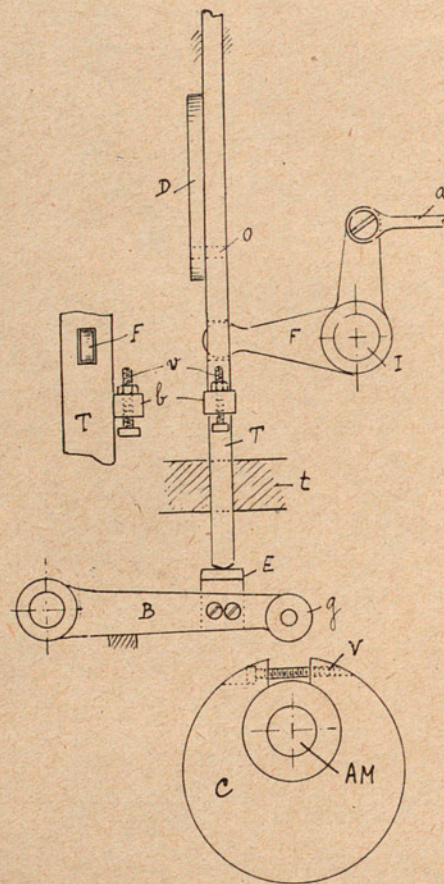
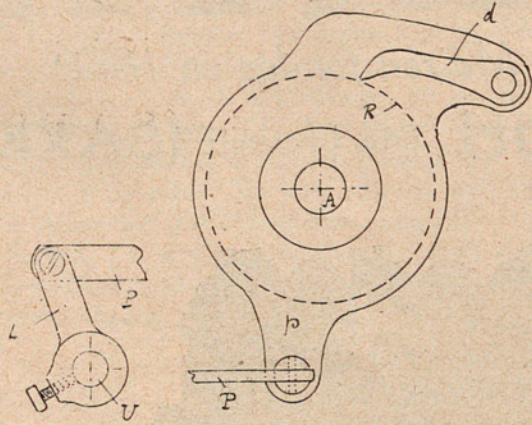
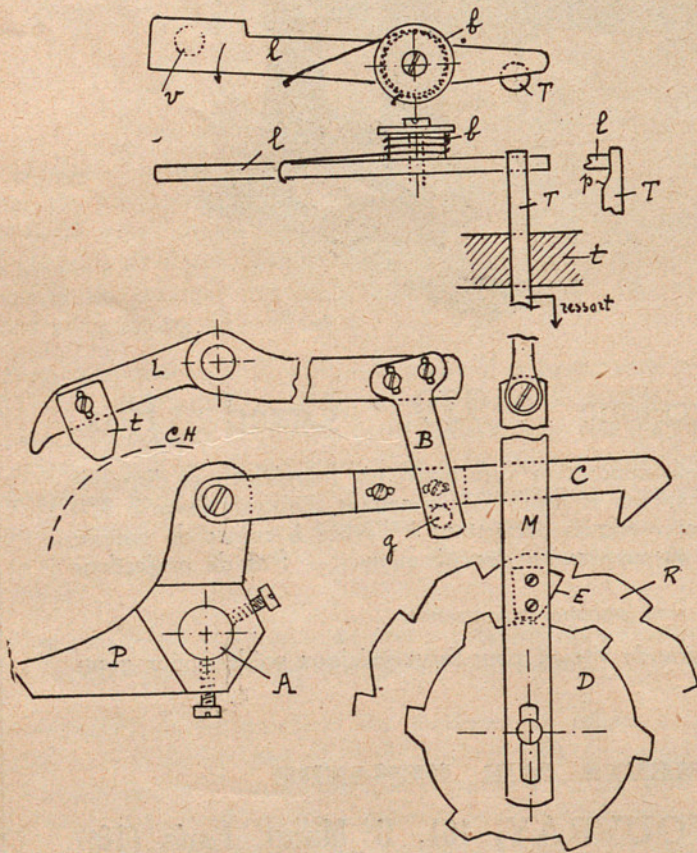

Fig. 450
Fig. 452
Fig. 453
*Commande de l'avancement des tambours du rayeur et de dessin.* — Sur l'arbre moteur A M (figure 450) est monté à serrage par la vis V un excentrique C agissant sur un galet g porté par le bras B; E est une équerre fixée dans B et soulevant une tige T traversant la table fixe  $t$  et portant l'axe O du cliquet D du tambour du rayeur. Ce cliquet monterait donc, par ce mé-
D'autre part, l'axe V porte une seconde manivelle L (figure 452) qui par la tringle P commande un plateau p portant le cliquet d actionnant le rochet R du tambour de dessin (voir aussi figure 453). Chaque fois que le piston K passe du creux S à
Les tambours de rayeur et de dessin peuvent être arrêtés et remis en marche par le mécanisme représenté figure 453. La pièce P fixée en bout de l'arbre oscillant A du secteur denté (pièce déterminant les avancements automatiques du tambour de contrôle) porte un crochet C maintenu soulevé, dans le cas de la figure par le galet g d'un bras B fixé sur un levier L. Lorsque le tâteur t fixé en bout de ce levier est soulevé par un grain se trouvant à droite de certains maillons de la chaîne compteur CH, le crochet C s'abaisse et à son recul fait avancer d'une dent le rochet R. Dès lors le plateau D, solidaire de R, soulève par une de ses bosses un coin E fixe sur une tige M qui se soulève; M est reliée à T guidée dans la table t qui agit alors par son plan incliné p (voir vue partielle à droite), sur un levier horizontal l qui oscille dans le sens de la flèche (vue en plan en haut du croquis); l cesse alors de soutenir la vis v (voir aussi
figure 450) de la tige T. Celle-ci pouvant s'abaisser, les cliquets D et d (figure 452) deviennent actifs. A l'oscillation suivante de la pièce P et du crochet C la chaîne CH a avancé, le tâteur t n'est plus soulevé par le grain et le crochet C dans la position dessinée est inactif.
Quand un autre grain d'un maillon-suivant de la chaîne CH soulèvera à nouveau le tâteur t, le rochet R avancera d'une nouvelle dent, E cessera d'être soulevé par une bosse du plateau D, donc la tige T s'abaissera et le levier l oscillera, par l'effet du ressort enroulé autour du barillet fixe b, dans le sens inverse de la flèche; l viendra ainsi se placer sous la vis v au moment où la tige T (figure 450) est soulevée. Celle-ci ne pourra donc redescendre et les tambours cesseront d'avancer (pendant l'exécution du talon et de la pointe).